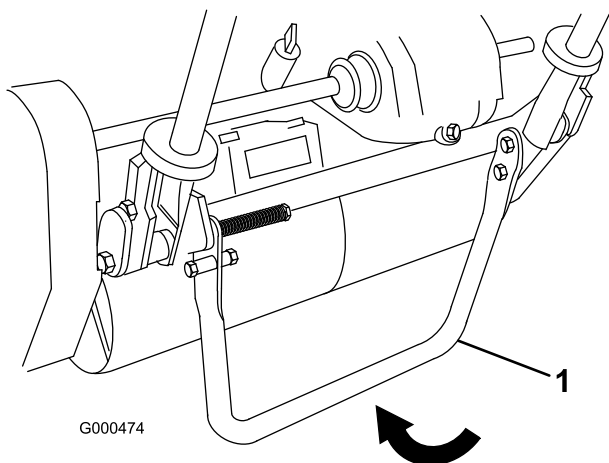

図 9
1. キック・スタンドを立てる(スタンドを足で下げながらハンドルを持ち上げる; 図 9)。